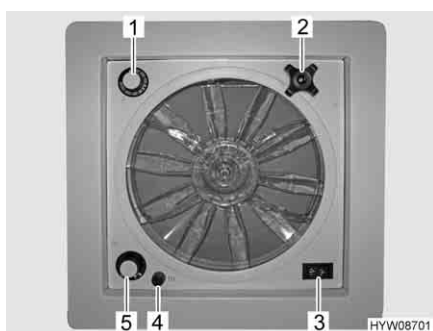

Fig. 53 Oblò con ventilatore
- Un fusibile da 4 A (Fig. 53,4) protegge da sovraccarico il motore del ventilatore. Se si verifica un sovraccarico: Individuare per prima cosa la causa (ad es. il ventilatore è sporco), poi sostituire il fusibile.
Apertura oblò: ■ Ruotare la maniglia girevole (Fig. 53,2), finché non si raggiunge l'angolo di apertura desiderato.
Aerazione/sfiato: ■ Portare l'interruttore a levetta (Fig. 53,3) su "Aerazione" (flusso d'aria dall'esterno verso l'interno) o "Sfiato" (flusso d'aria dall'interno verso l'esterno).
Spegnimento del ventilatore: ■ Portare l'interruttore a levetta (Fig. 53,3) sulla posizione centrale.
Impostazione della velocità del ventilatore: ■ Posizionare l'interruttore girevole (Fig. 53,5) sul grado desiderato:
Impostazione della temperatura: ■ Ruotare il termostato (Fig. 53,1) fino alla battuta in direzione "blu".